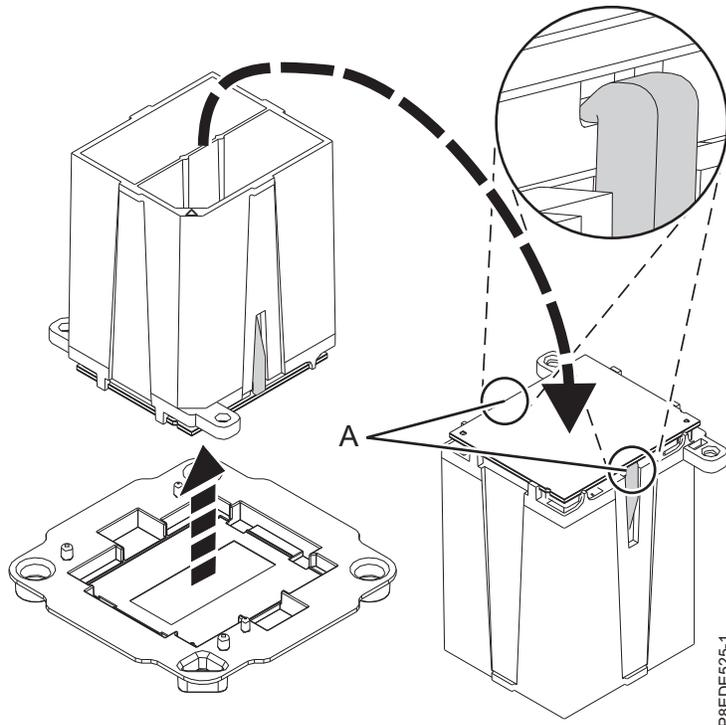

Abbildung 97. Vorbereiten der Installation des Systemprozessormoduls
- b. Stellen Sie sicher, dass beide Backen (A) das Systemprozessormodul zuverlässig sichern, siehe Abb. 97.